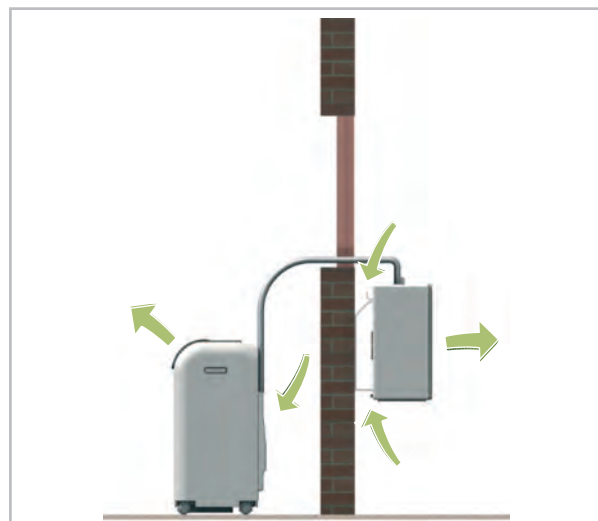
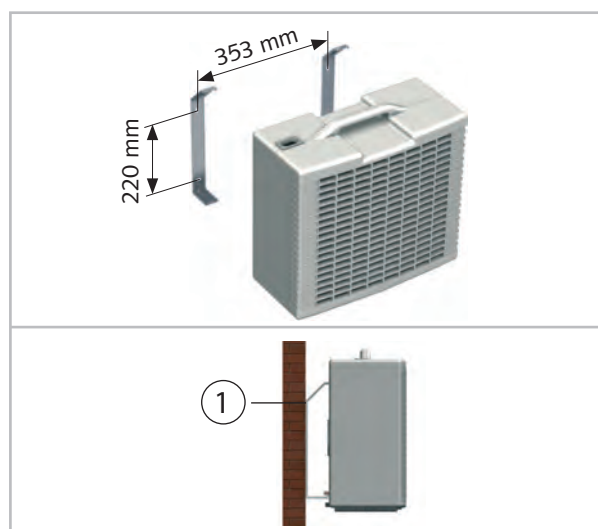

Fig. 8: Circulation de l'air nécessaire
Fig. 9: Distance de support de montage
- Suspendez l'unité extérieure dans les supports muraux, et sécurisez-la avec les vis M4 comprises dans la livraison (Voir la Fig. 8 et Voir la Fig. 9).